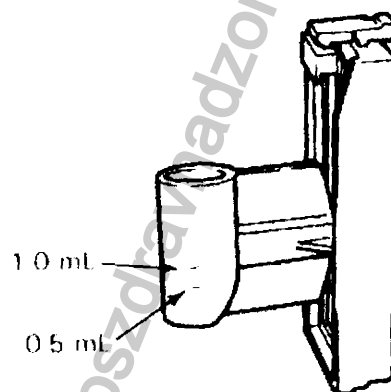

Рисунок 3-6
5. Расположите держатель для камеры вертикально, так, чтобы Вы четко видели отметки 0.5 мл и 1 мл, нанесенные на цилиндрической части держателя. Смотри Рисунок 3-6. Поместите в камеру от 0.1 до 1 мл биологического материала, затем плотно закройте крышкой (4).